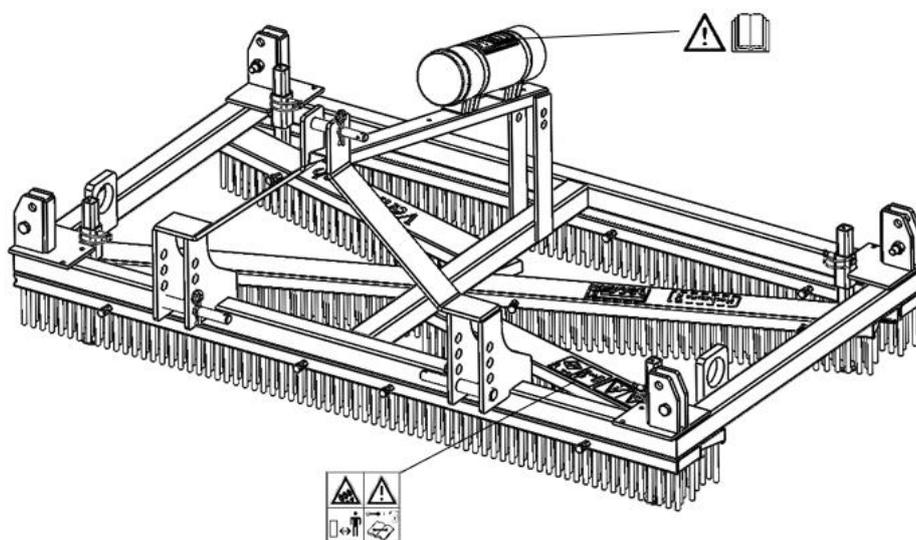

Fig. 5
De part et d'autre du Verti-Comb (Fig. 5) se trouvent des autocollants de sécurité (Fig. 2,3,4) avec une signification concordante. Ces autocollants de sécurité doivent être toujours bien visibles et lisibles et doivent être remplacés lorsqu'ils sont endommagés.
- (7) Emplacement des autocollants de sécurité. (Fig. 5)